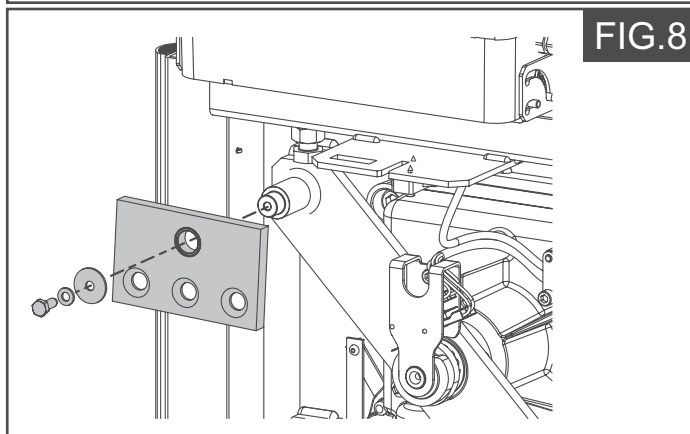

FIG.8
- 9.- Fije el plato porta-muelle como se indica en la (Fig. 8), en función del tipo de cierre: